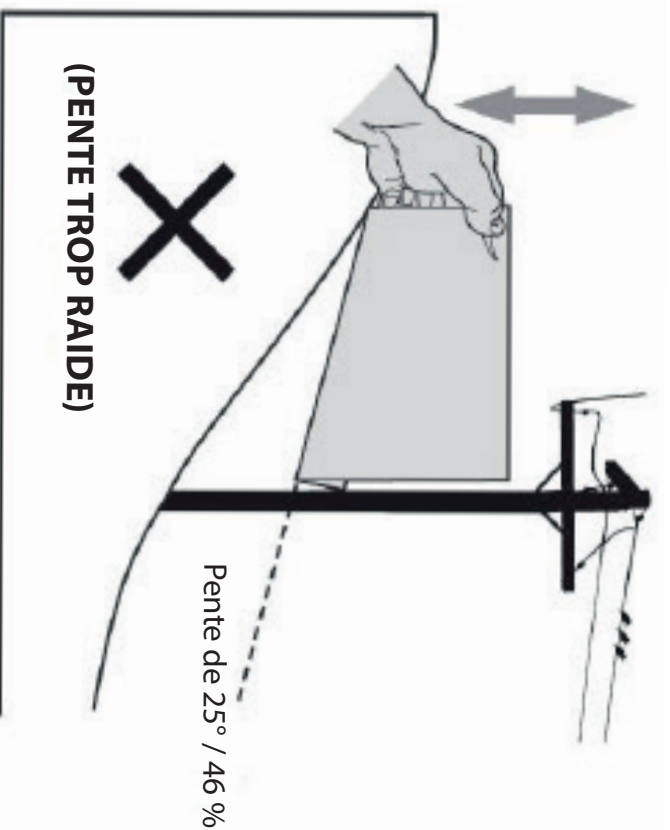

Figure 2
5. S'il y a un écart sous l'inclinomètre, la pente est trop raide pour une utilisation sans danger (Voir la Figure 2).